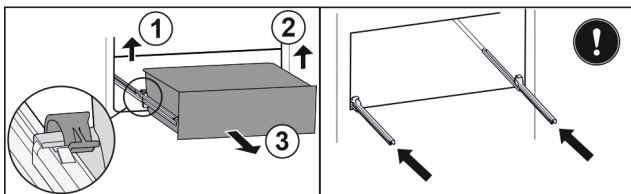

Fig. 147
- ▶ Linke Klemme anheben und gleichzeitig Schubfach links nach vorne ziehen. Fig. 147 (1)
- ▶ Rechte Klemme anheben und gleichzeitig Schubfach rechts nach vorne ziehen. Fig. 147 (2)
- ▶ Schubfach nach vorne entnehmen. Fig. 147 (3)